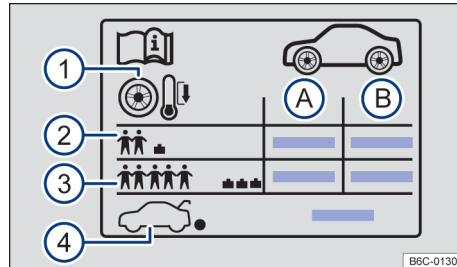

Fig. 192 Etiqueta con las presiones de los neumáticos
Indicaciones en el adhesivo de la presión de los neumáticos → fig. 192:
- Adecuar la presión de los neumáticos según la carga del vehículo → fig. 192 ③.